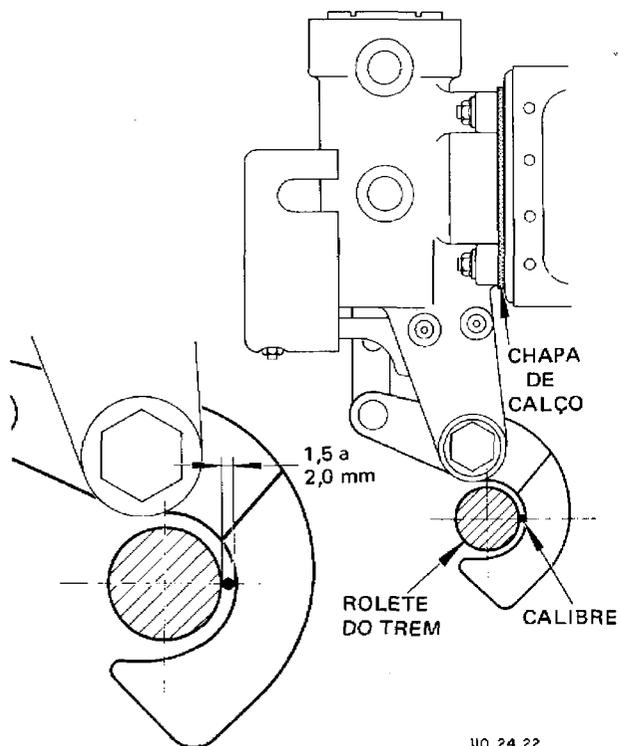

Figura 4-36. Regulagem da Trava "Em Cima"
#### 4-71. REGULAGEM DAS TRAVAS "EM CIMA" DO TREM DE POUSO (figura 4-36)
5. Verifique o posicionamento correto da trava, introduzindo um calibre cilíndrico (ou o cabo de uma broca) à altura do eixo horizontal do rolete, conforme mostrado na figura 4-36. A regulagem estará correta quando a folga, medida como indicado acima, estiver entre 1,5 e 2 mm.